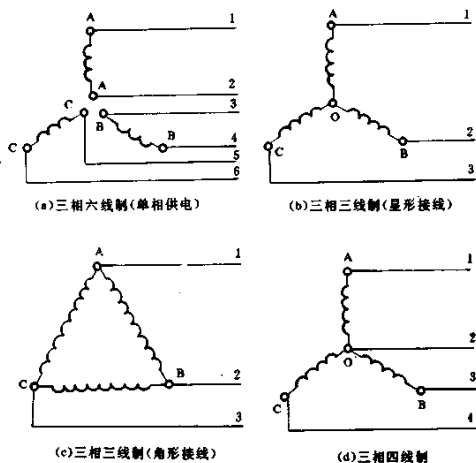

图 1-1-27 三相电路中的几种接线方法
互不连接，如图 1-1-27 (a) 所示。这种方法因耗费导线、投资高，因此一般不采用。
(2) 三相三线制。此方法是在三相各相线圈中将相同端的线圈连接在一起，另一端分别用导线引出，这种接线叫做星形接线，如图 1-1-27 (b) 所示。此外，还有三角形接线，如图 1-1-27 (c) 所示。这种接线方式是将第一相的末端接到第二相的首端，第二相的末端接到第三相的首端，第三相的末端接到第一相的首端，成为一个环形回路，在三个连接点各引出一根导线。
(3) 三相四线制。这种接线方式和三相三线制的星形接线相似，只是在三相线圈中末端连接点上引出一根中性线，如图 1-1-27 (d) 所示。